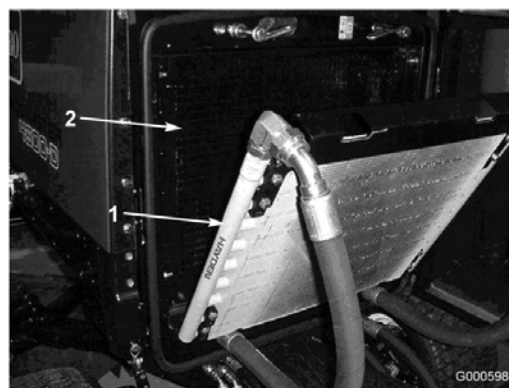

Figura 53
3. Gire el enfriador hacia atrás. Limpie a fondo ambos lados del enfriador de aceite y la zona del radiador (Figura 53) con aire comprimido.